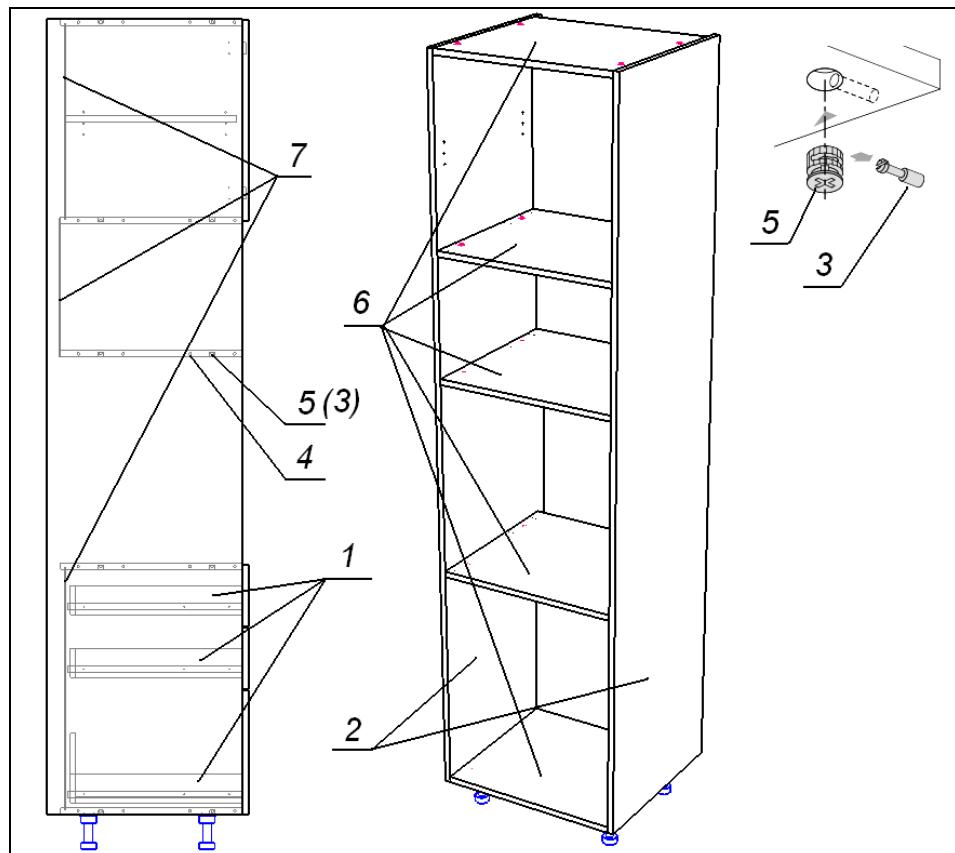

Рис. 31
6. Сборка колонн (высоких шкафов) X..., Y... (Рис. 31):